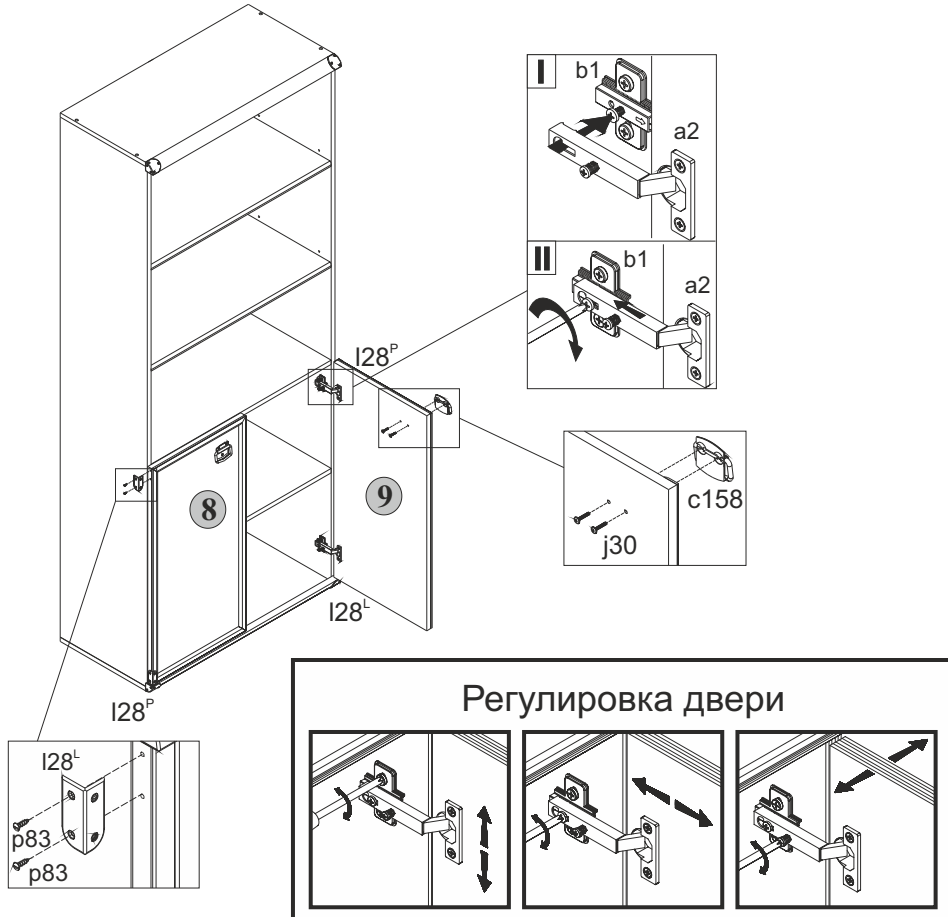

Рис. 3
5.13 Положить двери **8** и **9** фасадной поверхностью вниз на ровную поверхность. Закрепить на дверях петли шарнирные **a2**, пользуясь крестообразной отверткой (см.рис.3).
5.14 Навесить двери на корпус шкафа, совместив петли шарнирные **a2** с направляющими петель **b1** (см.рис.3). При необходимости отрегулировать положение дверей вращая регулировочные винты, как показано на **рисунке 3**.